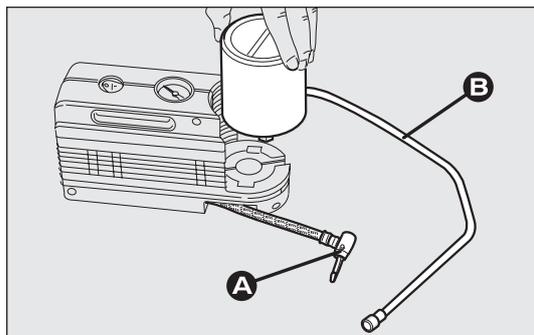

fig. 134
- disinserire l'innesto A-fig. 134;